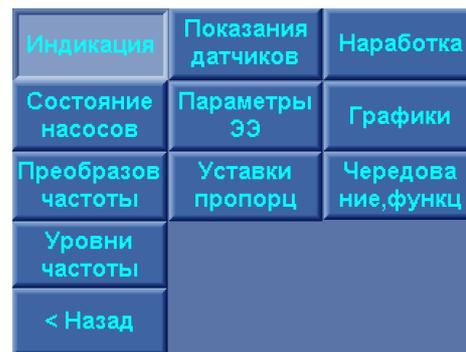

Рис. 8.11. Меню Индикации
Переход к меню «Индикация» (рис. 8.11) производится нажатием клавиши «< Назад».
- при переходе из меню Индикация – в меню Индикация (рис. 8.11);
Переход к экрану Меню осуществляется из меню Индикация (рис. 8.11) нажатием клавиши «Преобразов. частоты».
Переход к экрану меню Индикация (рис. 8.11) – нажатием клавиши «<Назад».
Выход в меню Индикация (рис. 8.11) производится касанием клавиши «< Назад».